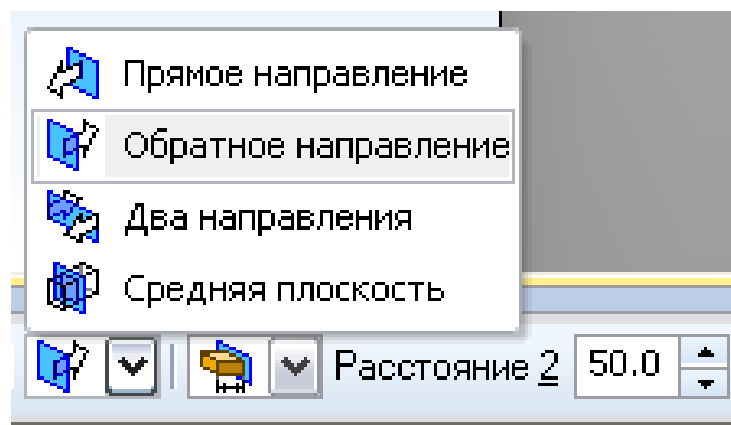
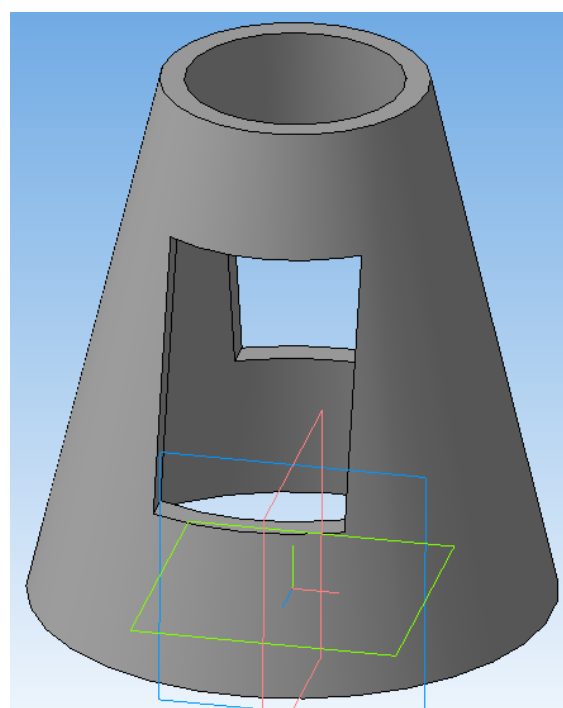

Рис. 3.4.6
Рис. 3.4.8
3. Для побудови вертикального наскрізного отвору вибрати необхідну площину та на ній побудувати ескіз отвору. Операцією **Вирізати видавлюванням**  побудувати наскрізний отвір. Для побудови горизонтального отвору вибрати фронтальну **Площину ХУ**, побудувати ескіз отвору. Для побудови циліндричного отвору вибрати операцію **Вирізати видавлюванням**, вказати на яку відстань та вибрати **Средняя плоскость** (рис. 3.4.6, 3.4.7). Для конічного отвору – побудувати ескіз отвору, вибрати операцію **Вирізати обертанням (вращением)** , або операцію **Вирізати видавлюванням**, вказати **Расстояние**, **Уклон наружу** або **Уклон внутрь** та **Кут** (рис. 3.4.8).